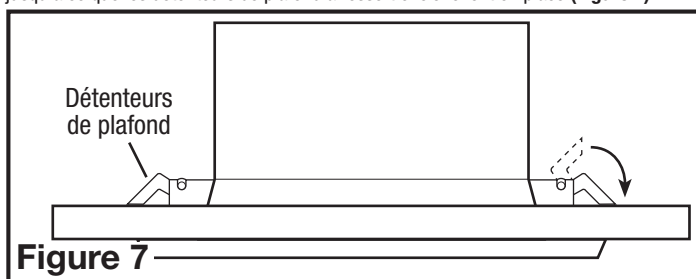

Figure 7
4. **Kits d'alignement de 6 po :** Une fois que la canalisation a été reliée à l'ensemble d'aspiration de la pièce, appuyez sur le gril vers le haut dans le trou préalablement coupé jusqu'à ce que les détenteurs de plafond à ressort enclenchent en place (Figure 7).